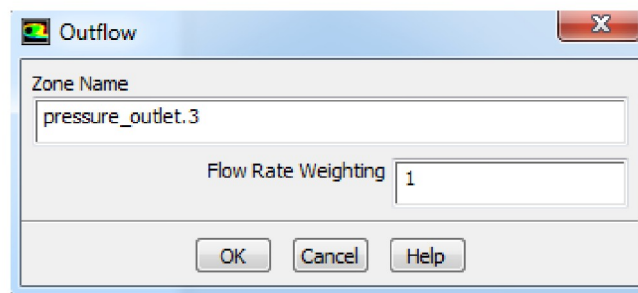

Рисунок 103 – Меню настройки граничного условия *pressure_outlet.3*
- b. Установить параметры для *pressure_outlet.3* (рисунок 103):